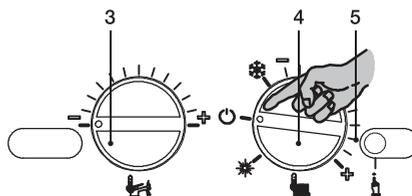

Рисунок 9.15
- Чтобы выйти из режима программирования, установите переключатель 4 так, как показано на рисунке (Рисунок 9.15).